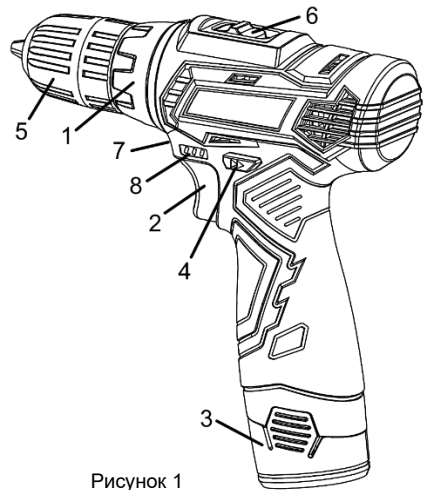

Рисунок 1
4.3 Для ввімкнення виробу натисніть на клавішу вимикача (2) (рисунок 1). Для вимкнення виробу слід клавішу відпустити. Регулювання швидкості обертання патрону здійснюється ступенем натискання на клавішу вимикача.